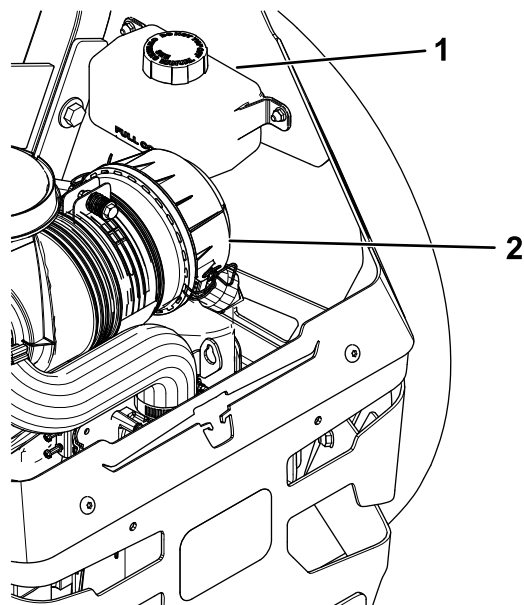

Figura 65
2. Controllate il serbatoio di espansione e all'occorrenza aggiungete fluido idraulico Toro® HYPR-OIL™ 500 sino alla riga FULL COLD. (Figura 65).